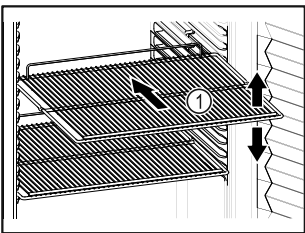

Fig. 20 Ενδεικτική απεικόνιση
- Εάν οι σχάρες Fig. 20 (1) είναι ρυθμιζόμενες, προσαρμόστε τα ανάλογα με το ύψος.